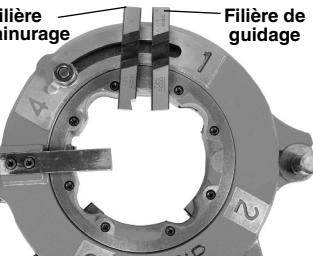

Figure 2 – Insertion des filières
- Dégagez la languette de la rondelle du boulon de came de son logement, puis ouvrez la tête de filière en poussant le boulon de came en direction de la section de tuyau la plus importante de la platine (Figure 2).
- Enfilez la filière de coupe (estampée « n° 4 ») dans le logement n° 4 de la tête de filière. Les filières de guidage ne sont pas estampées et sont destinées aux logements numéros 1, 2 et 3 de la tête. Engagez la filière avec son chiffre ou son encoche en haut jusqu'à ce son repère arrive à fleur du rebord de la tête de filière (Figure 2).